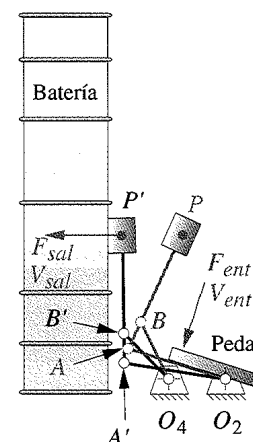

FIGURA P6-29 Problema 6-67
- †6-67 La figura P6-29 (p. 229) muestra un mecanismo de pedal de batería. $O_2A = 100$ mm a 162° y gira a 171° en A'. $O_2O_4 = 56$ mm, $AB = 28$ mm, $AP = 124$ mm y $O_4B = 64$ mm. La distancia de O_4 a F_{ent} es de 48 mm. Encuentre y grafique la ventaja mecánica y la relación de velocidad del mecanismo a lo